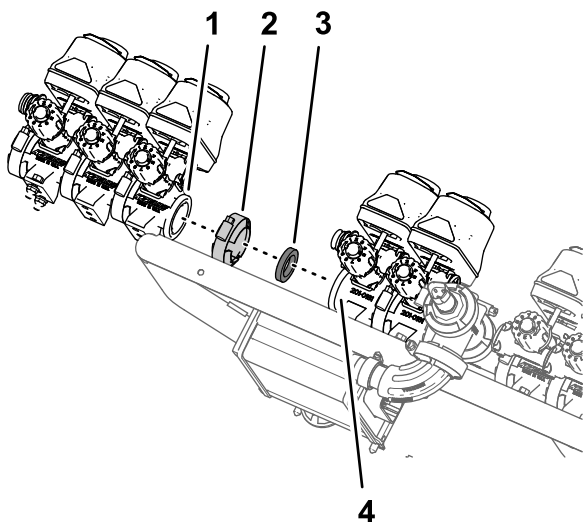

Figura 105
- Montate le 3 valvole di sezione (Figura 105) che avete rimosso al passaggio 8 di Rimozione delle valvole di sezione dal supporto del collettore (pagina 35) sulla flangia della valvola 7 del gruppo valvole dell'irroratrice con il morsetto flangiato e la guarnizione che avete rimosso al passaggio 4 di Rimozione delle valvole di sezione dal supporto del collettore (pagina 35).